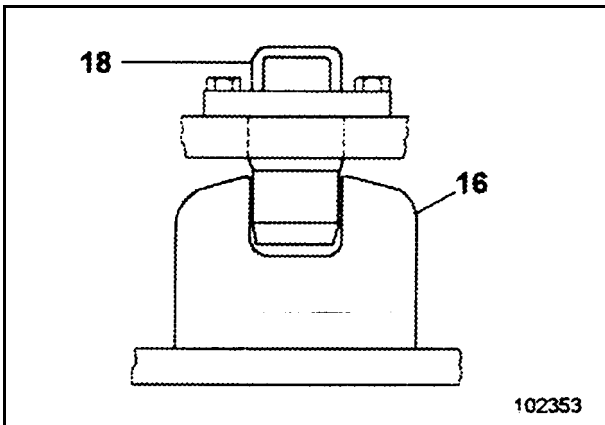

Fig. 2-55:
- pour le transport Verrouillage du châssis tourelle (Fig. 2-55:).
- Prendre le boulon (18) dans la boîte à outils.
- Pivoter lentement le châssis tourelle jusqu'à ce que le perçage du châssis tourelle coïncide avec celui de l'éclisse (16).
- Introduire le boulon (18) et le serrer au moyen de vis.